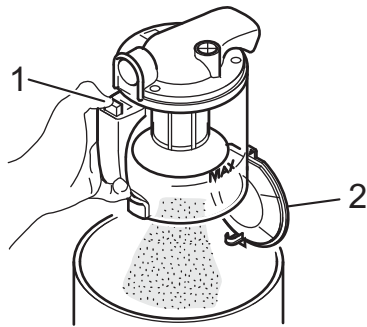

Abb. 19
5. Drücken Sie die Entriegelungstaste (Abb. 19/1). Der Boden (Abb. 19/2) öffnet sich und der Staub rieselt in den Mülleimer.